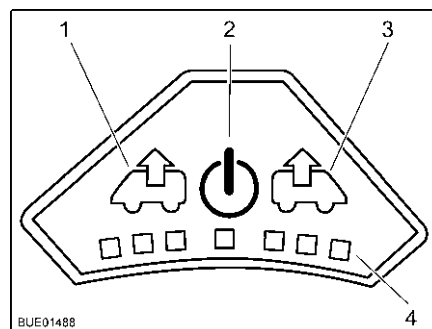

Fig. 125 Quadro comandi del ventilatore
- Accensione:* ■ Premere il tasto On/Off (Fig. 125,2). Il ventilatore funziona in modalità comfort (sfiato al numero di giri minimi del ventilatore).
- Sfiato:* ■ Per aumentare il numero di giri del ventilatore: Premere il tasto Sfiato (Fig. 125,1). Il numero di giri del ventilatore aumenta di uno stadio in direzione sfiato. I LED (Fig. 125,4) indicano gli stadi di commutazione.
■ Per ridurre il numero di giri del ventilatore: Premere il tasto Aerazione (Fig. 125,3). Il numero di giri del ventilatore si riduce di uno stadio.
- Aerazione:* ■ Per aumentare il numero di giri del ventilatore: Premere il tasto Aerazione (Fig. 125,3). Il numero di giri del ventilatore aumenta di uno stadio in direzione aerazione. I LED (Fig. 125,4) indicano gli stadi di commutazione.
■ Per ridurre il numero di giri del ventilatore: Premere il tasto Sfiato (Fig. 125,1). Il numero di giri del ventilatore si riduce di uno stadio.
- Spegnimento:* ■ Premere il tasto On/Off (Fig. 125,2). Il ventilatore si ferma, i LED si spengono.